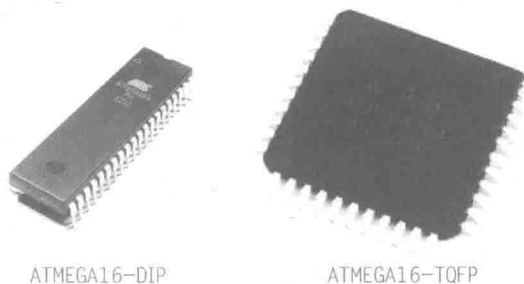

图 0-2 ATMEGA16 单片机外形
(2)ATMEL 公司的 AVR 单片机。ATMEL 公司的 AVR 单片机是基于增强精简指令集(RISC)的单片机,它在吸收了 51 单片机优点的基础上进行了大量的改进,采用了哈佛(Harvard)的结构,不仅具有运行速度快、存储容量大、片内资源丰富、I/O 口功能强、保密性能高、电源电压范围宽(2.7~6.0 V)、抗干扰能力强等一系列优点,而且使用 ISP 下载编程方式编程,开发费用低廉。典型应用产品有 AT90S 系列、ATMEGA 系列等品种。ATMEGA 系列型号有 ATMEGA16、ATMEGA64、ATMEGA128 等型号单片机。其中 ATMEGA16 单片机的外形如图 0-2 所示,详细资料可从官网 <http://www.atmel.com> 上查看。